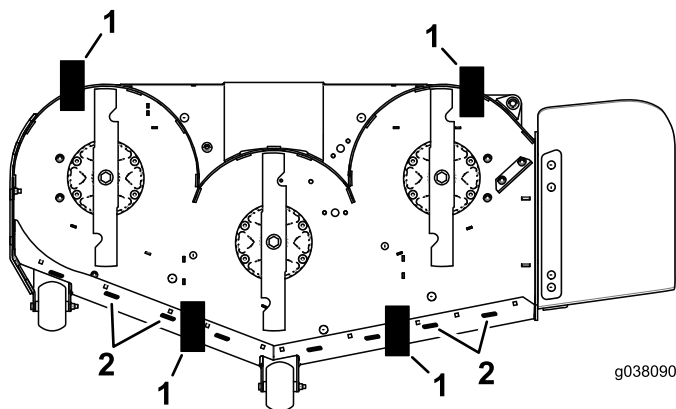

Figure 98
10. Placez une cale (voir le Tableau de hauteur de cale et d'inclinaison) sous le bord arrière de la jupe du tablier de coupe de chaque côté du tablier de coupe (Figure 98).